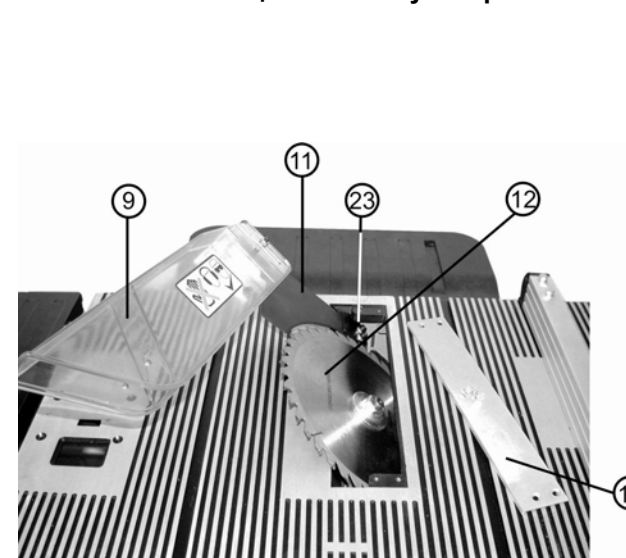
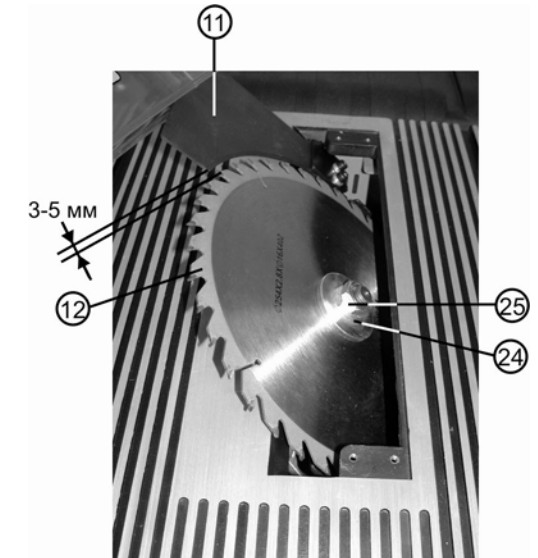

Рис.9
Рис.10
## 8.4. Установка защитного кожуха с расклинователем (Рис.9)
С помощью рукояток (5 и 15), Рис.8, приведите пильный диск (12) в положение, как показано на Рис.9. Ослабьте два винта (23) с внутренней шестигранной головкой с помощью шестигранного ключа и установите расклинователь (11) так, чтобы винты (23) вошли в пазы расклинователя (11). Расклинователь (11) установите таким образом, чтобы зазор между зубьями пильного диска (12) и дугой внутреннего радиуса расклинователя (11) составлял от 3мм. до 5мм, Рис. 10. Затяните два установочных винта (23) расклинователя (11). Закрепите защитный кожух (9) на расклинователе (11).
## 8.5. Замена пильного диска (Рис.10)
## 8.5.1. Снятие пильного диска (Рис.10)
## 8.5.2. Установка пильного диска (Рис.10)
**ВНИМАНИЕ:** Перед установкой пильного диска следите, чтобы зубья пильного диска были направлены вниз в передней части пилы (Рис.10).